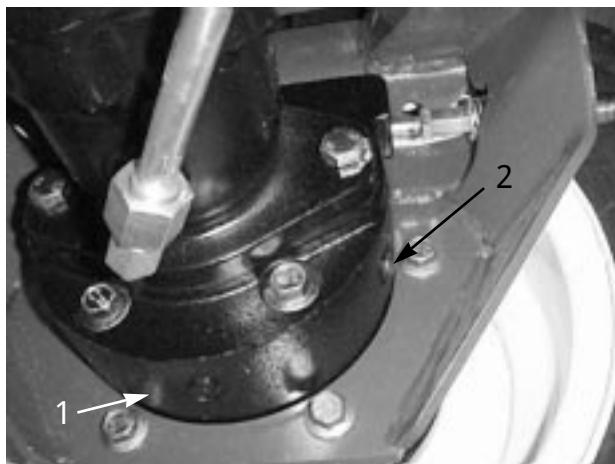

図 10
2. プラネタリに付いているプラグ(図9)とブレーキの裏側についているプラグ(図10)を抜き、ブレーキの前後で穴の高さまで油量があれば適正。